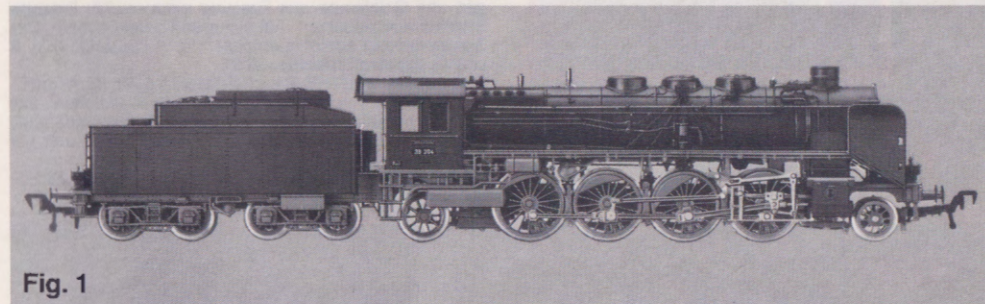

Fig. 1
Vorbild: Personenzuglokomotive BR 39⁰⁻² (pr. P 10). Von 1922—1927 wurden an die Deutsche Reichsbahn Gesellschaft (DRG) 260 Lokomotiven der Baureihe pr. P 10 geliefert. Bei der DRG als BR 39⁰⁻² bezeichnet, wurden sie von den Firmen Borsig, Henschel und anderen deutschen Lokomotiv-Fabriken gebaut. Als Bauart 1'D1'h3, Gattung P 46.19 hatte die Lok eine Reibungslast von 75 Mp. Bei einer Leistung von 1620 PSi konnte die Lok eine Höchstgeschwindigkeit von vorwärts 110 km/h und rückwärts 50 km/h fahren. Ursprünglich im schweren Schnellzug-Dienst tätig, wurde sie später für den Eil- und Personenverkehr eingesetzt. Bei der Deutschen Bundesbahn (DB) war diese Baureihe bis 1967 im Einsatz. Eine Lok ist im Werks-Museum der Fa. Hofmann-Linke-Busch erhalten, eine zweite steht nach Restaurierung im Verkehrsmuseum Nürnberg (Fig. 1).